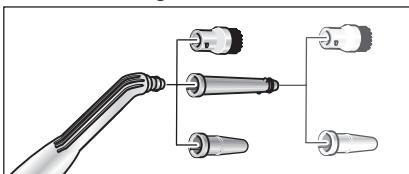

Afb. 5: Verwijderen van accessoire
- Duw voor het verwijderen van een accessoire op de ontgrendelingsknop (C2 resp. G3) en trek de delen uit elkaar (zie afb. 5).